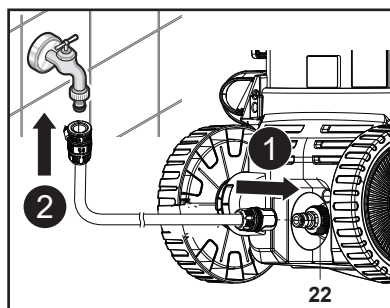

Fig. 10
2. Fixer le tuyau d'arrosage à l'adaptateur d'arrivée d'eau (22) sur le raccord d'arrivée d'eau (12) de la machine (Fig. 10, étape 1). Toujours utiliser un raccord standard pour l'arrivée d'eau. Pour un fonctionnement correct, la longueur du tuyau ne doit pas dépasser 8m.
3. Raccorder l'autre extrémité du tuyau d'arrosage à une source d'alimentation en eau (Fig. 10, étape 2).